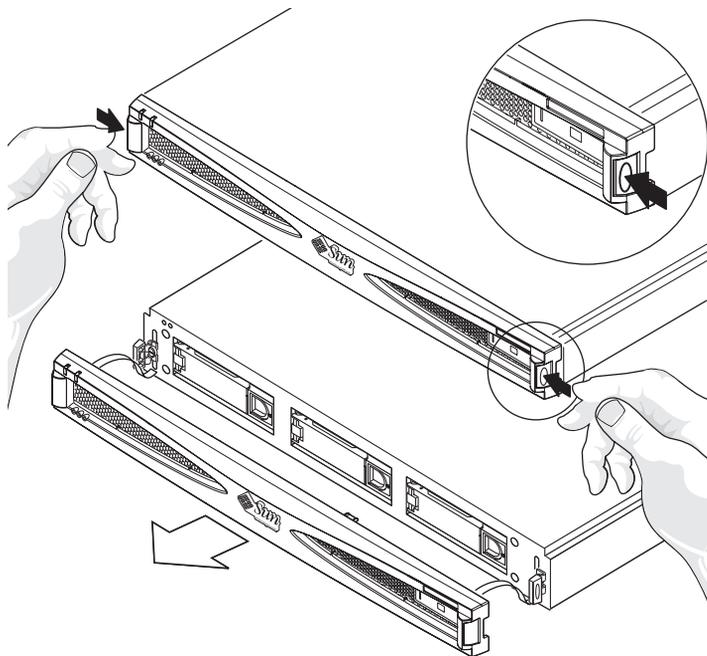

FIGURA 4-1 Rimozione del coperchio anteriore
- **Rilasciare il coperchio anteriore premendo sui fermi a entrambe le estremità, quindi rimuoverlo dall'unità (vedere la FIGURA 4-1).**
3. Aprire il coperchio anteriore premendo sui fermi ad entrambe le estremità, quindi rimuoverlo (FIGURA 4-1).